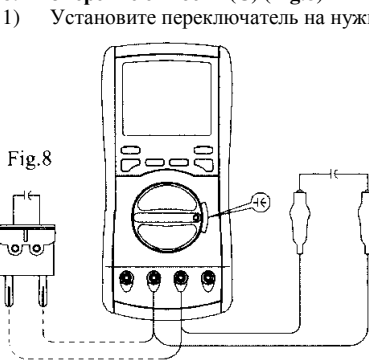

Fig.8
8. Измерение емкости (C) (Fig.8)